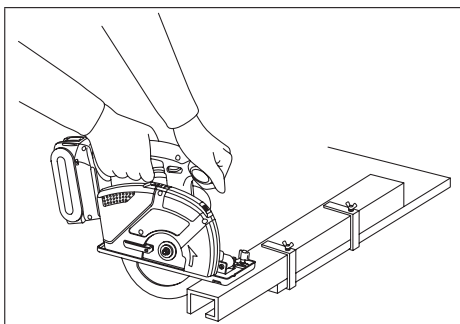

Bild 14
- Bild 14 visar korrekt arbetsställning vid sågning.